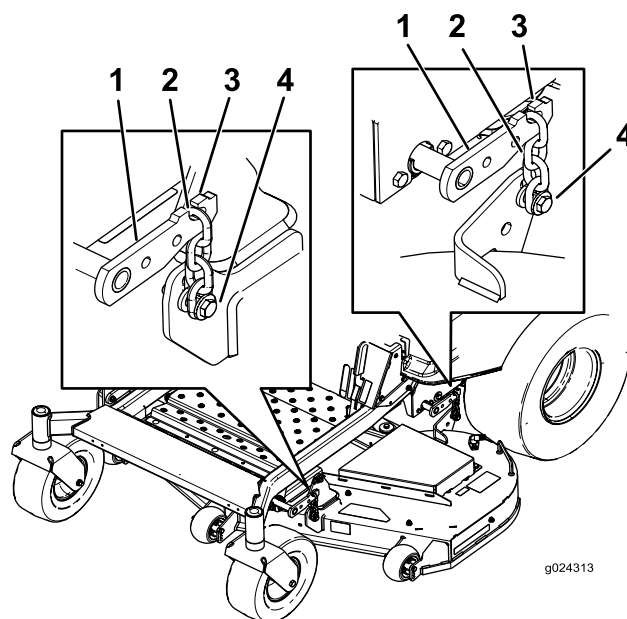

Figura 74
8. Retire as correntes dos ganchos nos braços de elevação da plataforma (Figura 74).
6. Eleve a traseira da plataforma do cortador e instale as correntes nos braços de elevação traseiros (Figura 74).
7. Instale as correntes frontais nos braços de elevação frontais (Figura 74).